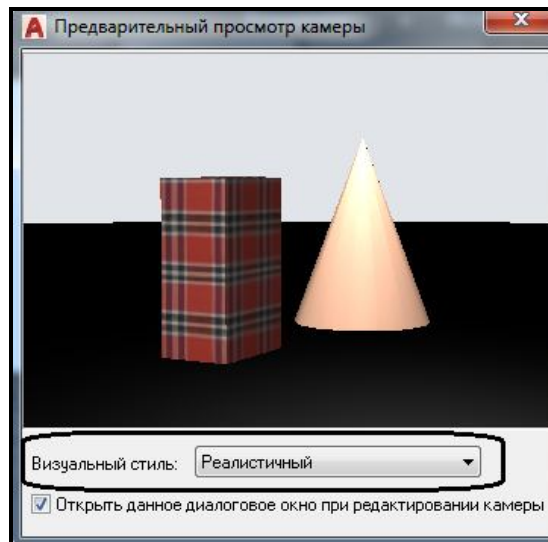

Рисунок 3.105 – Вид окна **Предварительный просмотр камеры**
1. Нажать кнопку мыши на изображении иконки камеры. В результате появится окно **Предварительный просмотр камеры (Camera Preview)**, в котором можно видеть реалистично отображаемые объекты сцены (рис. 3.105).